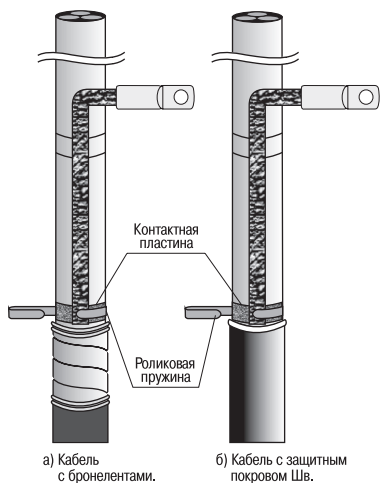

Рисунок 4
4.10 Распутать свободный конец провода заземления на расстоянии не менее 100 мм, разложить его на зачищенных поверхностях оболочки поверх терки в направлении конца кабеля и прижать его к терке одним витком роликовой пружины (рисунок 4).